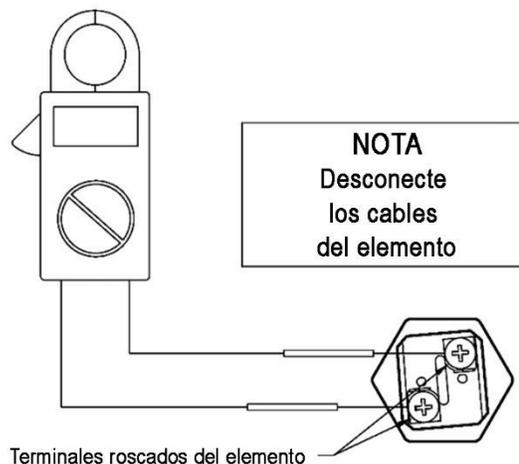

Ilustración 1
5. Ponga en contacto las sondas del multímetro con los terminales roscados del elemento calentador (consulte la Ilustración 1).